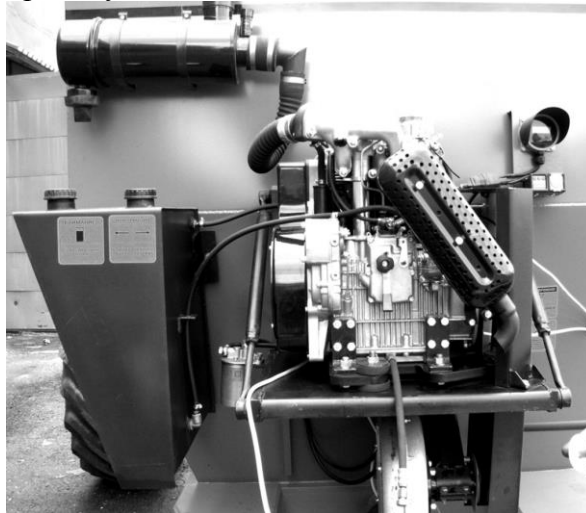

Рис. 6.6.6. Дизельный двигатель
6.6.4. Смазку элементов привода высевающего механизма (рис. 6.6.6) (подшипники скольжения и другие трущиеся узлы и детали) производить консистентной смазкой общего назначения каждые 10 часов работы.
6.6.7. Дизельный привод Ломбардини (рис. 6.6.6) в эксплуатации прост и надежен (см. паспорт на двигатель и его перевод на русский язык в **Приложении 3**). При замене масла в карте-ре можно применять масло SAE-30.